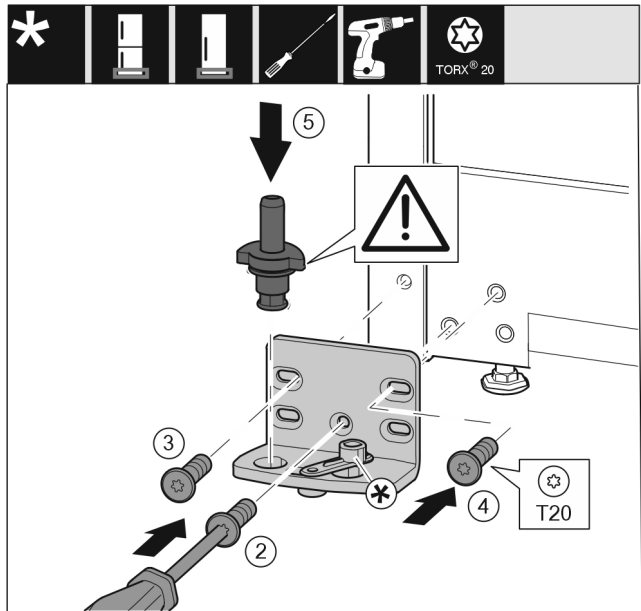

Fig. 14
- ▶ Aseta laakeripukki toiselle puolelle ja ruuvaa se kiinni T20-ruuvimeisselillä. Aloita ruuvilla 2 alhaalta keskeltä. Fig. 14 (2)
- ▶ Kiristä ruuvit 3 ja 4. Fig. 14 (3,4)
- ▶ Aseta laakeripultti kokonaan paikoilleen. Varmista, että lukitusnokka osoittaa taaksepäin. Fig. 14 (5)